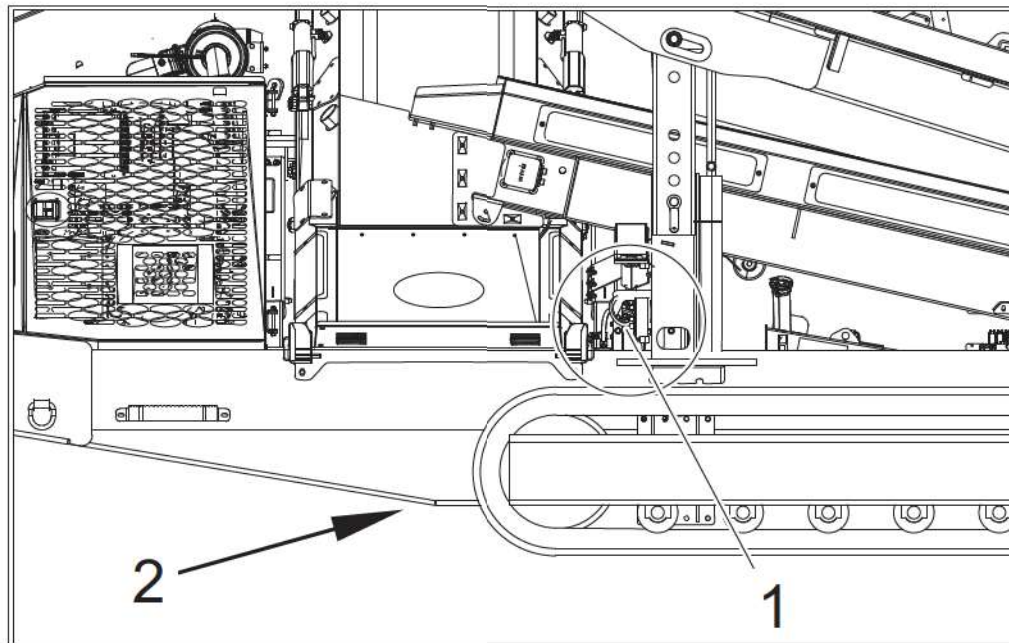

Figure 6.9 - Locatie van de DEF-tank en toegang verkrijgen.
2. Verwijder alle kappen en deksels van de DEF-tank, zie item 1, afb. 6.9.
3. Verkrijg toegang tot het DEF-vloeistoffilter onder de chassis van de machine, item 2, afb. 6.9.